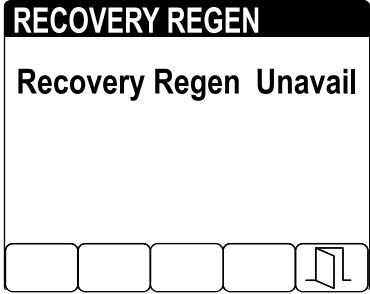

图22
- 如果发动机计算机尚未请求恢复再生，而您选择 PARKED REGEN (驻车再生) 选项 (图22)，则 Parked Regen (驻车再生) 屏幕将锁定 (不可用)。